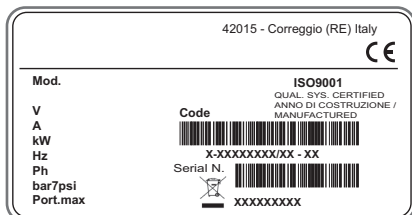

Fig. 1.14
- a la potencia eléctrica absorbida por la máquina, especificada en la correspondiente placa de datos de la máquina (Fig.1.14);
- montar fusibles de protección de la línea de alimentación, dimensionados según las indicaciones de la placa de datos específica de la máquina (Fig.1.14);